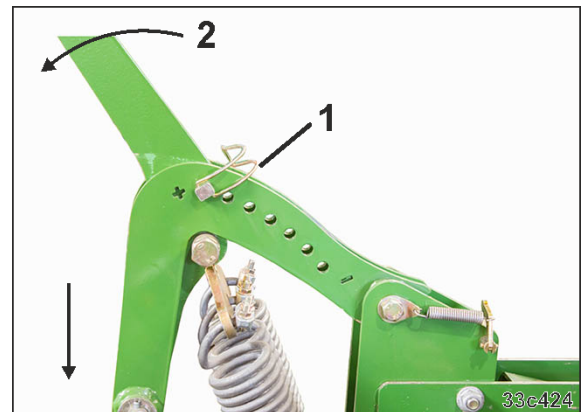

Fig. 181
- 3.1 Klappstecker entfernen (Fig. 181/1)
- 3.2 Bewegung des Einstellhebels (Fig. 181/2) nach hinten